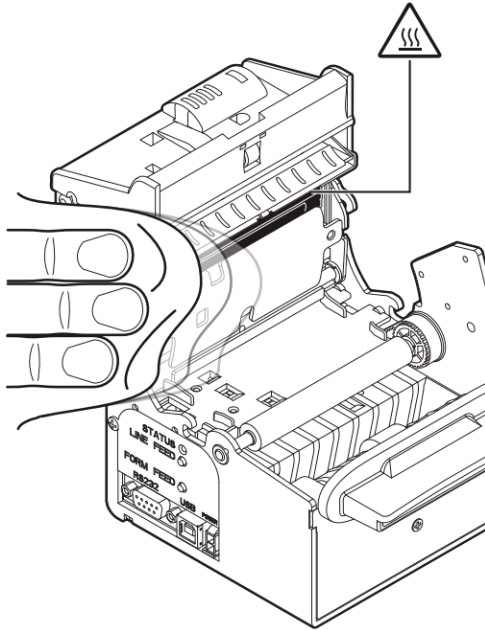

Рисунок 32. Очистка печатающей головки принтера
1. Очистка печатающей головки принтера неабразивной тканью, смоченной изопропиловым спиртом (см. рис. 32). Для очистки не используйте растворители или жесткие щетки. Не допускайте попадания воды или других жидкостей внутрь принтера.